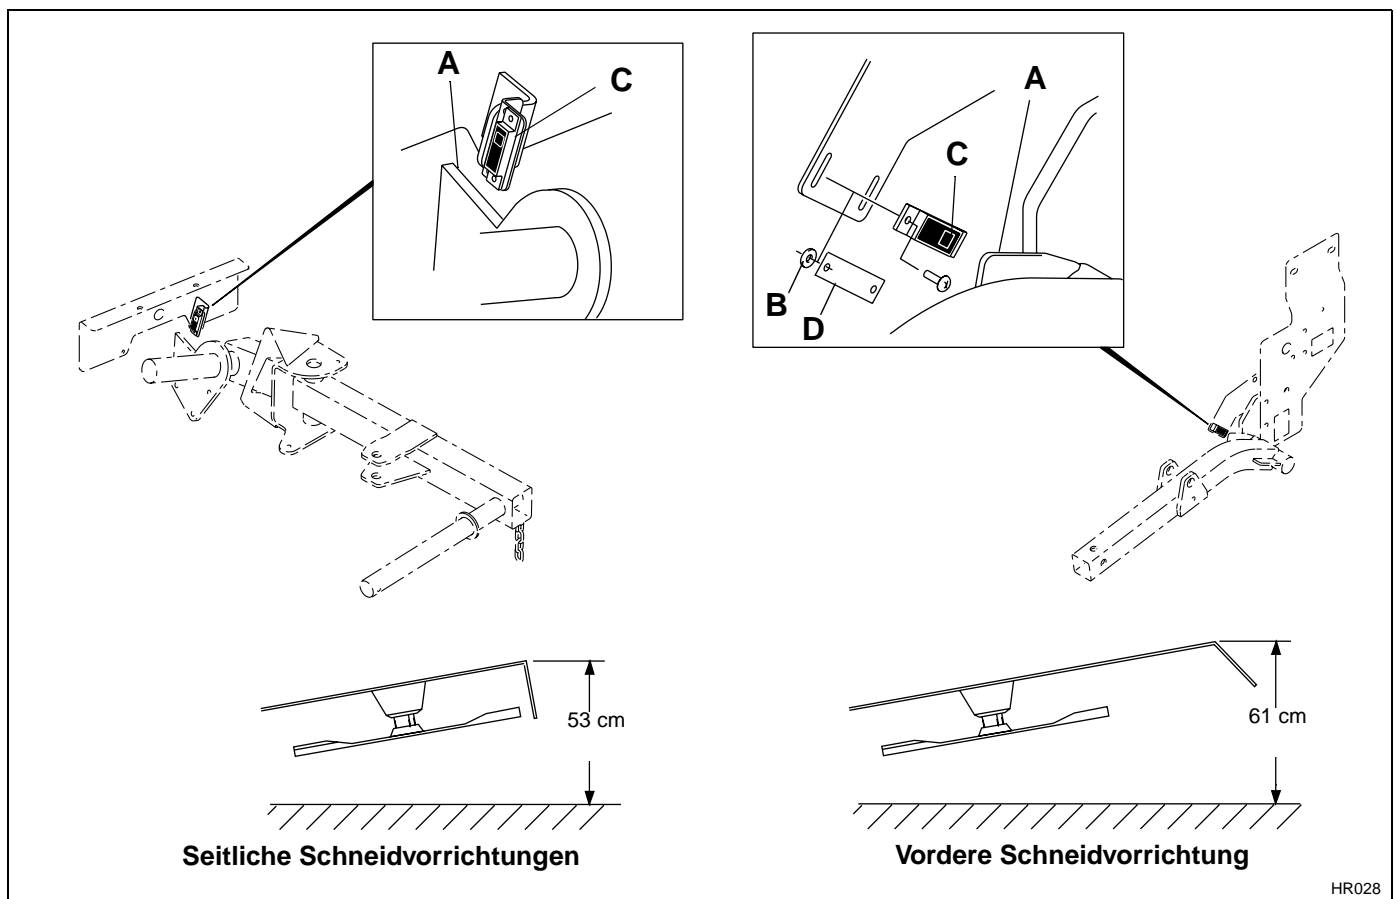

Abb. 3K
2. Den Traktor anlassen und die Schneidvorrichtungen anheben oder senken, bis die höchste Stelle an der oberen Ecke der Vorrichtung die auf Abbildung 3K angezeigte Höhe erreicht.
4. Den Schalter so positionieren, daß der Sensorbereich (C) am Schalter über der Mitte der Führungskante (A) der Auslöserplatte am Hubarm ist.
5. Den Abstand zwischen Sensorbereich am Schalter und Auslöserplatte am Hubarm auf 1,5 – 3 mm einstellen. Zur Nachstellung des Abstands am Hubarm Unterlegplatten (D) oder #10 flache Unterlegscheiben (B) zwischen Schalter und Schaltermontage verwenden.